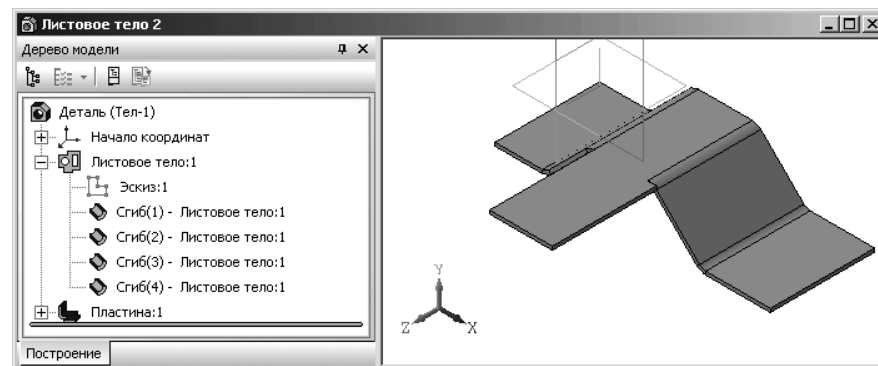

Рис. 7.54. Результат построения эскиза пластины на верхней грани листовой детали
- нажмите комбинацию клавиш **Ctrl+Enter** или щелкните на **Специальной панели управления** по кнопке **← Создать объект**. Появится искомая пластина, показанная на рис. 7.54 и соответствующий пункт в окне **Дерево модели – Пластина:1**.